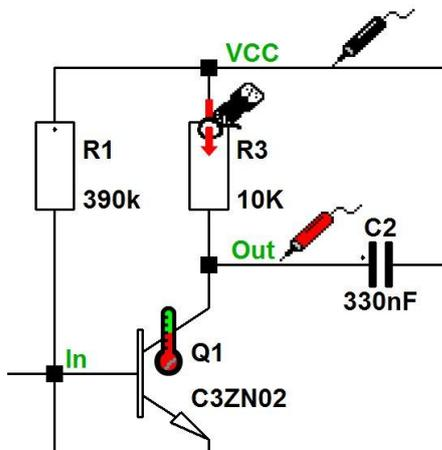
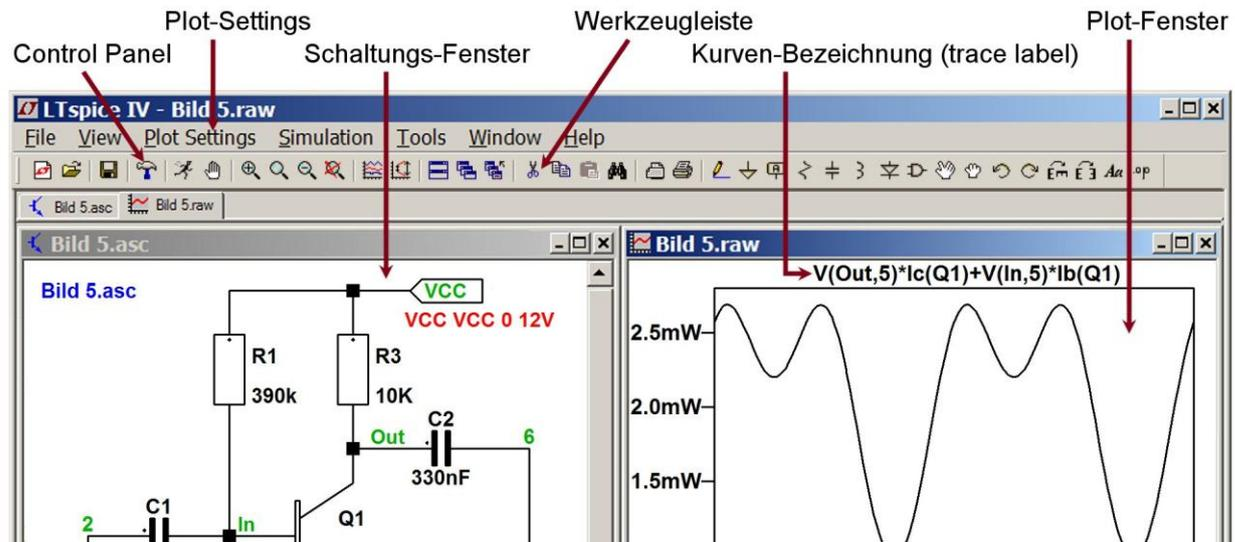
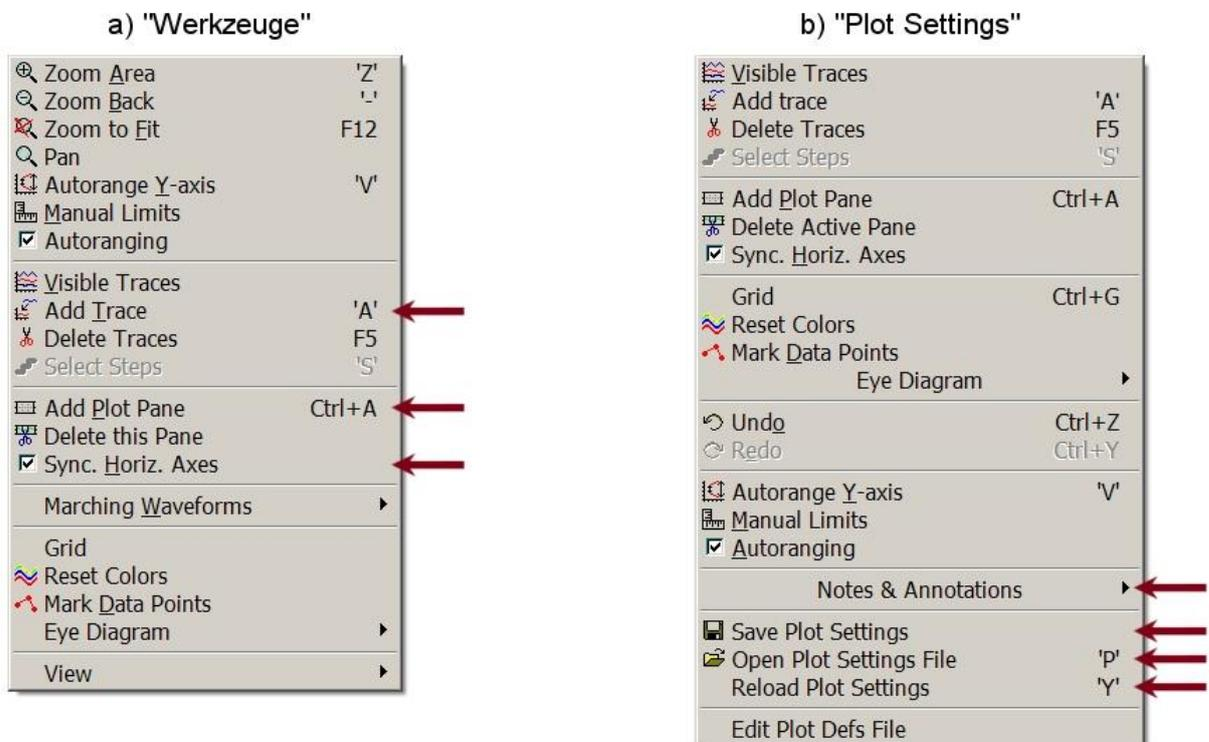

Bild 11: Spannungs-Cursor, Referenz-Markierung, Strom-Cursor und Leistungs-Cursor
Bild 12: Aktivierung des Plot-Fensters
Bild 14: Zwei Werkzeug-Menüs für den Plot-Bereich
- Elegant gelöst ist die Verwendung eines speziellen Cursors in LT-SPICE. Durch Zeigen mit der Maus auf eine Leitung verwandelt sich der normale Cursor in einen *Spannungs-Cursor* (*rote Prüfspitze*) vergleiche **Bild 11**. Durch **Links**-Klick wird sofort das Potential der Leitung, d.h. des zugehörigen Knotens, dargestellt, z.B. „V(Out)“. Auch in der Statuszeile, ganz unten links, wird
- Sehr hilfreich ist auch der *Strom-Cursor* in LT-SPICE, der in Form einer kleinen Stromzange mit einem *roten Pfeil* für die Stromrichtung erscheint, vergl. **Bild 11**. Wenn der normale Cursor auf ein Bauelement zeigt, verwandelt er sich in den *Strom-Cursor*. Durch einen **Links**-Klick wird dann der Strom durch das betreffende Bauteil geplottet, z.B. „i(R3)“. – Auch zum Plotten von *Leitungsströmen* kann der Strom-Cursor eingesetzt werden: Der normale Cursor verwandelt sich in einen *Strom-Cursor*, wenn er bei gedrückter **Alt**-Taste auf eine Leitung geführt wird. Durch einen **Links**-Klick wird die Strom-Darstellung ausgelöst. Auch in der Statuszeile, ganz unten links, wird wieder angezeigt, was geplottet werden kann.
Bauelement geführt wird, siehe **Bild 11**. Durch einen **Links**-Klick wird die Leistungs-Darstellung ausgelöst. Auch in der Statuszeile, ganz unten links, wird wieder angezeigt, was geplottet werden kann. Wendet man diese Prozedur z.B. auf den Transistor Q1 in **Bild 5** an, wird folgender Ausdruck grafisch dargestellt: $V(\text{Out}, 5) * I_c(Q1) + V(\text{In}, 5) * I_b(Q1)$. Dies ist im Fall einer DC-Analyse die gesamte in dem betreffenden Bauelement (hier im Transistor Q1) in Wärme umgesetzte Verlustleistung. Bei einer Transienten-Analyse ist die Zeit die unabhängige Variable (x-Achse). Geplottet wird dann die Leistung als Funktion der Zeit. Die in Wärme umgesetzte Verlustleistung ist in diesem Fall der *zeitliche Mittelwert* der Leistung. Auch dieser kann zur Anzeige gebracht werden: Dazu zeigt man bei gedrückter **Ctrl**-Taste im „Plot-Fenster“, siehe **Bild 12**, mit der Maus auf den Ausdruck (Kurven-Bezeichnung oder trace label), dessen Mittelwert gebildet werden soll und führt einen **Links**-Klick aus. Das Ergebnis wird in einem
- **Drei mögliche Fenster-Anordnungen:** Entweder horizontal oder vertikal geteilt oder hintereinander (kaskadenförmig): Mit der Maus auf die „Werkzeug-Leiste“ (**Bild 12**) gehen → **Rechts-Klick** → im sich öffnenden Menü die gewünschte Anordnung auswählen. – Hinweis: Das *aktive* Fenster erscheint als *erstes* Fenster, also *oben* bzw. *links* bzw. *vorne*.
- Durch **Rechts-Klick** in das *Plot-Fenster* (nicht auf die Titel-Leiste des Plot-Fensters) öffnet sich ein „Werkzeug-Menü“, siehe **Bild 14 a**). Einige Werkzeuge sind bereits bekannt oder brauchen nicht weiter erklärt zu werden. Kurz erläutert werden sollen jedoch drei wichtige Werkzeuge:
- In der Werkzeugleiste (**Bild 12**) kann der Menü-Punkt „Plot Settings“ ausgewählt werden. Es öffnet sich ein Dialogfeld mit weiteren Werkzeugen, siehe **Bild 14 b**). Die meisten Werkzeuge
- „Plot Settings“ in der „Werkzeug-Leiste“ anklicken (siehe z.B. **Bild 12**)